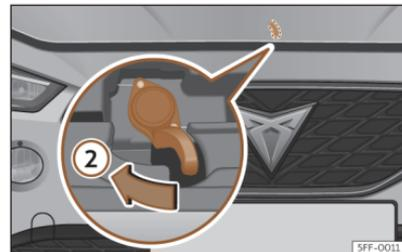

Abb. 207 Hebel unter der Motorraumklappe.
- Um die Frontklappe zu öffnen, drücken Sie den unterhalb der Frontklappe mittig vorgesehenen Hebel mit der Hand nach links >>> (Abb. 207) ②. Die Fanghaken werden entriegelt.